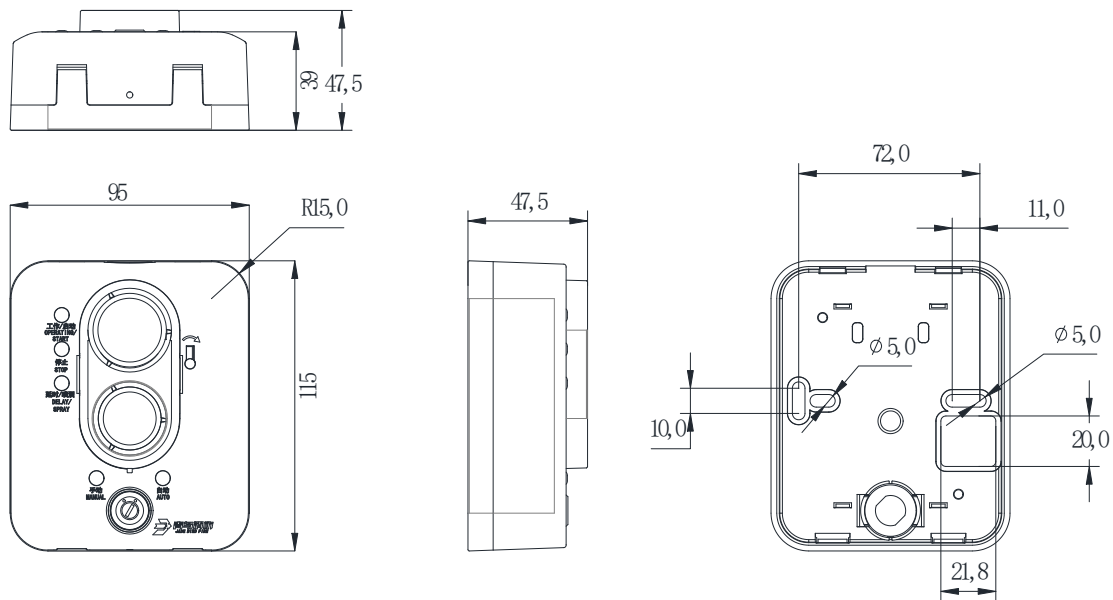

图 1 外形及尺寸图
- 布线施工后，通过预埋盒或使用膨胀螺栓将底座固定在墙上，安装孔距为 60mm（兼容 50mm 安装孔距）。外形及安装尺寸如图 1 所示。